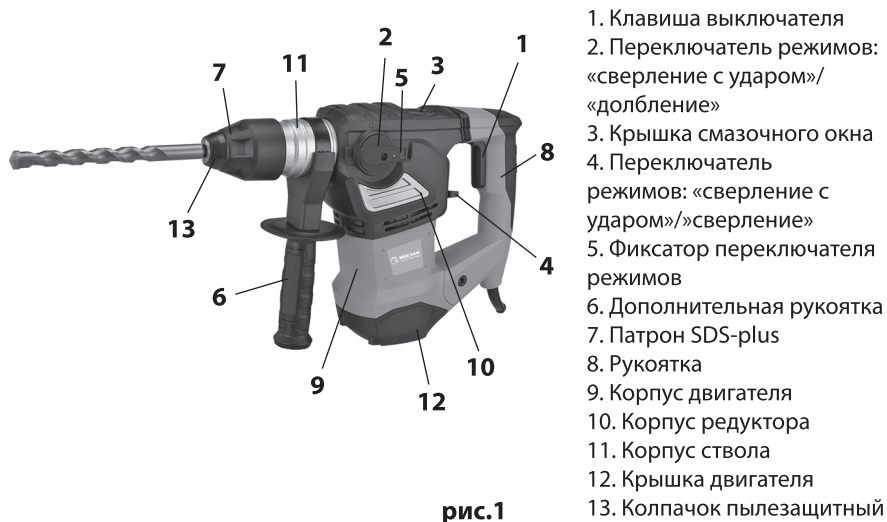

рис.1
1.6 Общий вид перфоратора схематично представлен на рис. 1
1.7 Перфоратор состоит из вертикально расположенного коллекторного двигателя в пластиковом корпусе (рис.1 поз.9) и металлического редуктора с кривошипно-шатунным механизмом (рис.1 поз.10). Крутящий момент с якоря электродвигателя через систему шестерён, передаётся на вал с патроном SDS – plus (рис.1 поз.7), расположенный перпендикулярно оси двигателя. Кривошипно-шатунный механизм приводит в действие ударный узел перфоратора. На корпусе редуктора, со стороны рукоятки (рис.1 поз.8), расположен переключатель
читель режимов (рис.1 поз.4) «сверление с ударом» - «сверление».
В зависимости от вида выполняемой работы, в патрон SDS – plus вставляется необходимая насадка (пика, долото, сверло) с соответствующим хвостовиком, или переходник SDS-plus/сверлильный патрон для установки сверлильного патрона, если необходимо работать в режиме «сверление». Дополнительная рукоятка (рис.1 поз.6) хомутом крепится на корпусе ствола (рис.1 поз.11). Фиксируется, закручиванием рукоятки по часовой стрелке, в любом положении (от 0° до 360°), что удобно пользователю, как «правше», так и «левше».
1.8 Клавиша выключателя (рис.1 поз.1) расположена в передней части рукоятки, крепящейся: к корпусу двигателя – нижней частью и к корпусу редуктора – верхней частью. Включение/отключение инструмента осуществляется нажатием/отпуском клавиши выключателя.
Сверху, на корпусе редуктора расположено окно смазки редуктора, закрытое крышкой (рис.1 поз.3). Перед каждым использованием инструмента, ключом (входит в комплект поставки) отвернуть крышку, проверить наличие смазки на кривошипно-шатунном механизме, при необходимости добавить из ёмкости, входящей в комплект.
Слева на корпусе редуктора расположен переключатель режимов работы (рис.1 поз.2). Он фиксируется в одном из двух положений, отмеченных символами: «сверло с молотком» - сверление с ударом, «молоток» - долбление (без вращения). Нажав фиксатор (рис.1 поз.5) в торце ручки переключателя, поворотом ручки со стрелкой, совместить с нужным символом. Достигнув нужного положения, фиксатор возвращается в исходное положение, закрепляя ручку в выбранном положении.
На редукторе, ниже клавиши выключателя, находится переключатель режимов работы (рис.1 поз.4) с двумя фиксированными положениями: «сверло с молотком» - сверление с ударом и «сверло» - сверление.
При замене рабочих насадок следите за тем, чтобы колпачок (рис.1 поз.13), защищающий патрон от попадания пыли, не был повреждён.
2.2.2 Установка дополнительной рукоятки: вращением рукоятки (вокруг своей оси) против часовой стрелки, ослабить хомут; установить хомут на цилиндрическую часть корпуса ствола (рис.1 поз.11); повернув рукоятку в нужное положение, зафиксировать хомут и вращением рукоятки по часовой стрелке.
2.2.4 Переключение режимов работы: при работе в режиме сверление без удара, переключатель (рис.1 поз.4) установить в положении «сверло», а переключатель (рис.1 поз.2) в положении «сверло с молотком». При этом режиме перфоратор может работать с патроном SDS – plus, но, как правило, устанавливается ключевой патрон; при работе в режиме сверление с ударом, переключатель (рис.1 поз.4) в положении «сверло с молотком», и переключатель (рис.1 поз.2) в положении «сверло с молотком»; при работе в режиме долбление, переключатель (рис.1 поз.4) в положении «сверло с молотком», а переключатель (рис.1 поз.2) в положении «молоток».